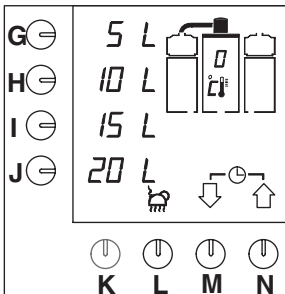

Abb. 6 Aktivieren des HW-Systems
- Die Kontrolleuchte im Schalter schaltet sich ein. Der Heißwasserkessel wird gefüllt und das "automatischen Programm zur Siedepunktbestimmung" (Dauer: ca. 30 Minuten) wird aktiviert. Das Eichprogramm bestimmt den Siedepunkt des Wassers an der Stelle, an der das Gerät tatsächlich benutzt wird. Der Siedepunkt richtet sich u.a. nach dem Luftdruck vor Ort. Auf Seehöhe liegt er bei ca. 100 °C, während der Siedepunkt in einer Höhe von 2.000 m auf ca. 97 °C gesunken ist. Dieser Siedepunkt wird auf dem Display (Abb.6) angezeigt. Auf der Grundlage des tatsächlich gemessenen Siedepunktes bestimmt das System selbst die optimale Temperatur; sie liegt immer ca. 4°C unter dem Siedepunkt. Nach dem Ende wird die Wassertemperatur auf dem Display angezeigt, wenn Sie auf die Aktivierungstaste (L.) drücken.
- Abbildung 6 erscheint auf dem Display.